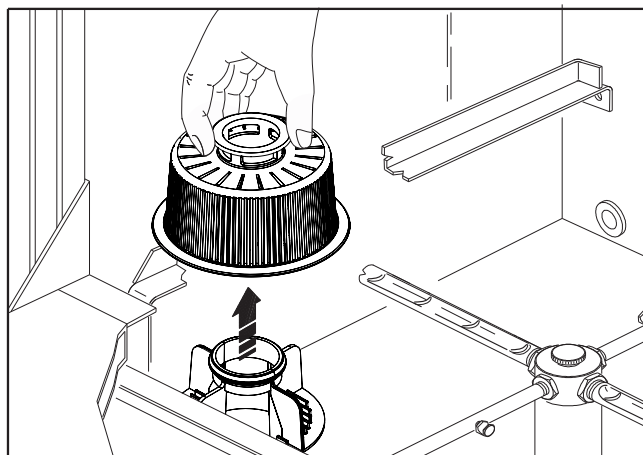

Fig. 17
5. retirar e limpar o filtro bomba de lavagem (fig.17) e filtros da cuba, se presentes